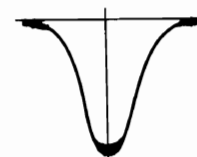
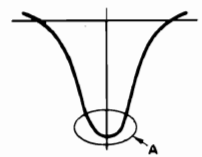

Fig. 7 Abb. 7
Fig. 8 Abb. 8
1. Adjust black cores of T153 so that the waveform is as shown in Fig. 7. As T153 contains a 450 kHz ceramic filter, sometimes the 450 kHz point will not correspond to that of the waveform. In this case ignore the marker. After adjusting as above, increase the output level of the sweep generator and adjust T153 again so that the top of the waveform A (indicated in Fig. 8) will be flat and wide.
1. Die schwarzen Kerne von T153 so einstellen, daß die Kurvenform der in Abb. 7 dargestellten entspricht. Da T153 einen 450 kHz Keramikfilter enthält, entspricht manchmal der 450 kHz-Punkt nicht dem der Kurvenform; dabei einfach die Markierung ignorieren. Nach der zuvor beschriebenen Einstellung den Ausgangspegel des Oszillators erhöhen und T153 abermals einstellen, so daß die Spitze der Kurvenform A (s. Abb. 8) flach und breit wird.
1. Régler les âmes noires de T153 de façon à obtenir une forme d'onde comme indiquée sur la fig. 7. Comme T153 contient un filtre en céramique de 450 kHz, le point de 450 kHz ne correspondra parfois pas à celui de la forme d'onde. Dans ce cas, ne pas s'occuper du marqueur. Après avoir réglé comme indiqué ci-dessus, augmenter le niveau d'entrée du générateur de balayage et régler T153 à nouveau de façon que le sommet de la forme d'onde A (voir Fig. 8) soit aplati et large.